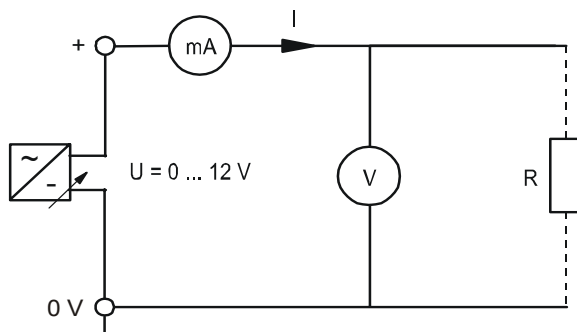

Abb. 2.2.1
- Zur Kennlinienaufnahme  $I = f(U)$  ist zuerst die Schaltung nach Abb. 2.2.1 aufzubauen und jeweils bei den in Tabelle 2.2.1 angegebenen Widerständen und Spannungen die zugehörigen Ströme zu messen.